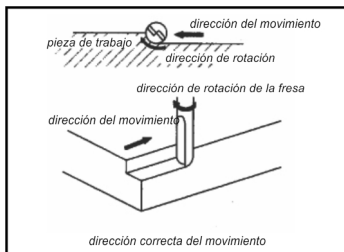

Fig. 2 – Fresado cantos y bordes
- Mueva la ruteadora en el sentido indicado en la fig. 2, manteniendo la ruteadora nivelada y con avance suave y constante para un mejor acabado